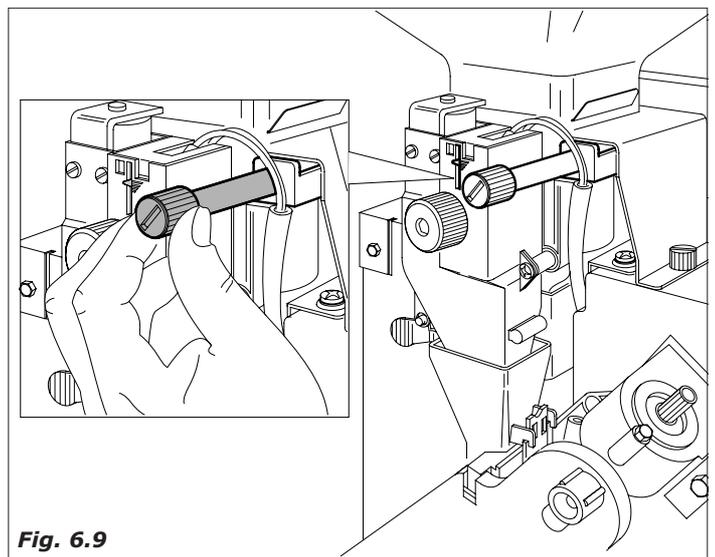

Fig. 6.9
- ERegulación del grado de molido manual. Girar el tornillo (Fig.6.9) para obtener los resultados deseados. Girando a la derecha se obtiene un molido fino; girando a la izquierda se obtiene un molido grueso.